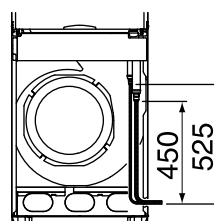

Abb. 15
2. Verlegen Sie die Rohrleitungen (Kältemittel und Ablauf) und die Kabel (für den Anschluss der Außen- und Innenaggregate) durch die Durchbruchöffnungen in der Seitenwand. (Siehe Abmessungen in Abb. 15, 16 zur Formung des Kältemittelleitung.)
2. Verlegen Sie die Rohrleitungen (Kältemittel und Ablauf) und die Kabel (für den Anschluss der Außen- und Innenaggregate) durch die Durchbruchöffnungen in der Rückwand. (Siehe Abmessungen in Abb. 15, 16 zur Formung des Kältemittelleitung.)